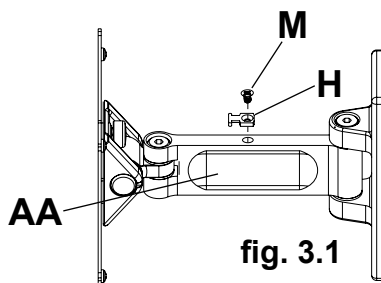
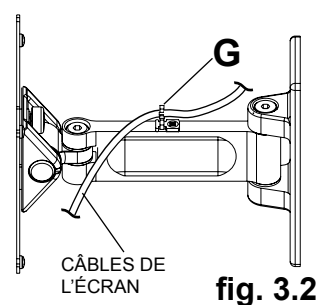

fig. 3.1
fig. 3.2
- 3** Fixez l'ancrage (H) de l'attache de câble sur le haut ou le bas du bras mural (AA) à l'aide de vis M4 (M), tel qu'illustré à la figure 3.1. Attachez les câbles au support mural (AA) à l'aide de l'attache de câble (G), tel qu'illustré à la figure 3.2.